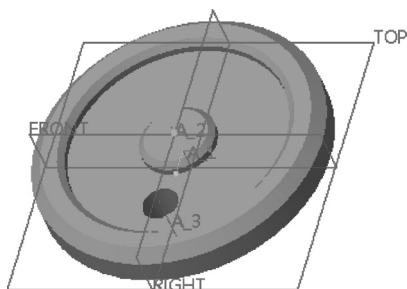

图 5-65 原始实体模型
1) 单击 （打开）按钮，弹出“文件打开”对话框。从随书光盘中的“CH5”文件夹中选择“bc_5_zzl_1.prt”，单击“打开”按钮。该文件中存在的原始实体模型如图 5-65 所示。